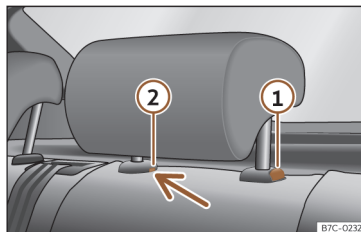

Fig. 101 Encostos de cabeça traseiros desmontagem.
- Pressione o botão >>> Fig. 101 ①, pressionando ao mesmo tempo através do orifício da trava de segurança ② com uma chave de fendas plana com um máximo de 5 mm de largura e retire o encosto de cabeça.